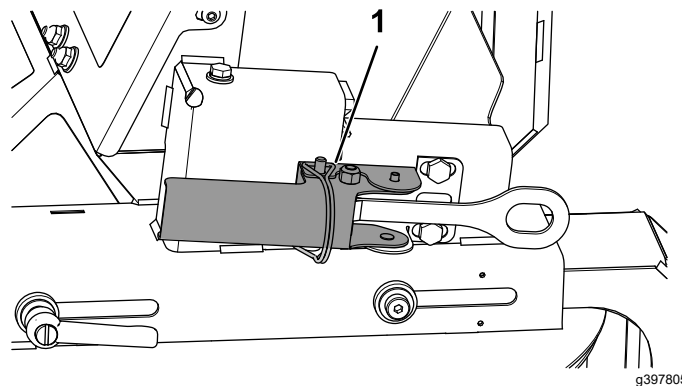

Figura 5
8. Fissate lo spargitore doppio in sede con i dispositivi di bloccaggio su ogni lato (Figura 5). Regolate i dispositivi di bloccaggio fintanto che, quando vengono chiusi, non risultano ben saldi.